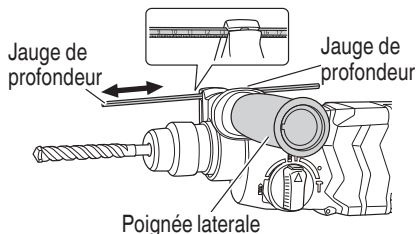

Fig. 26
7. Utilisation de la quenouille (Fig. 26)